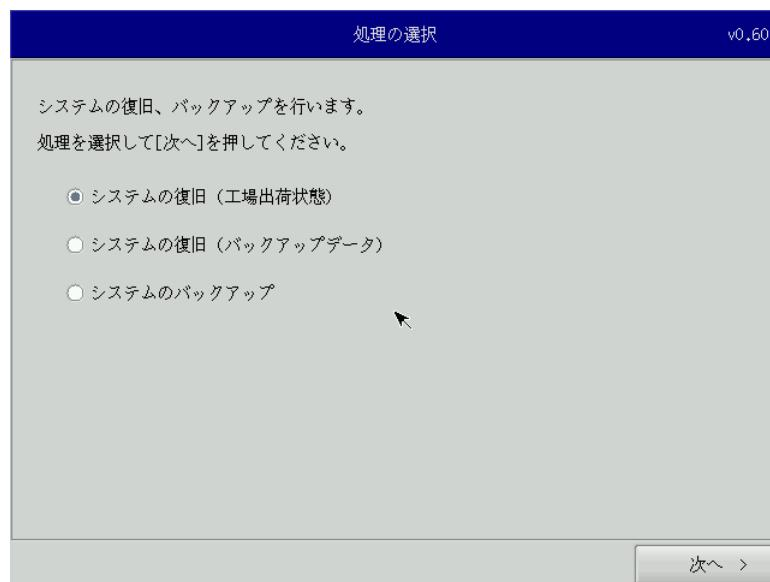

図 6-1-1. リカバリメイン画面
リカバリ DVD で起動させるには、USB 接続の DVD ドライブが必要です。DVD ドライブにリカバリ DVD を入れて DVD ドライブを USB で AS シリーズ本体に接続します。AS シリーズ本体の電源を入れ DVD で起動させます。正常に起動すると図 6-1-1 のリカバリメイン画面が表示されます。
- ① LAN ケーブルが接続されている場合は、LAN ケーブルを取り外してください。
- ② USB メモリ、SD カードなどのストレージメディアが接続されている場合は、ストレージメディアを取り外してください。
- ③ 「6-1 リカバリ DVD の起動」を参考にリカバリ DVD を起動させます。
- ④ リカバリメイン画面（図 6-1-1）で [システムの復旧（工場出荷状態）] を選択し、[次へ] ボタンを押します。
- ① リカバリメイン画面（図6-1-1）で[システムのバックアップ]を選択し、[次へ]ボタンを押します。
- ① リカバリメイン画面（図6-1-1）で[システムの復旧（バックアップデータ）]を選択し、[次へ]ボタンを押します。